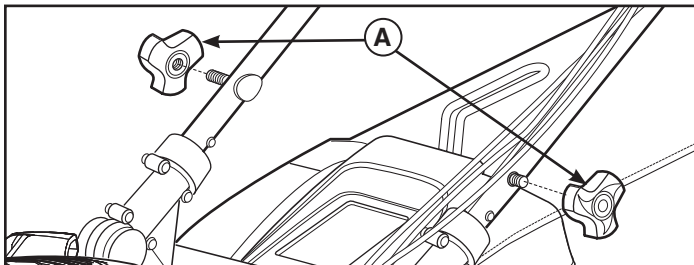

Figure 7
1. Desserrez les boutons de la poignée inférieure (A, Figure 7) à droite et à gauche des supports de poignée.